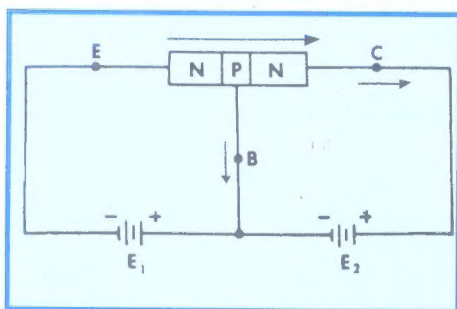

Figura 2 - Polarização de um transistor NPN (sentido real da corrente).
O transistor NPN, para funcionar normalmente, deve ser polarizado como mostramos na **figura 2**, ou seja, o emissor é negativo em relação à base (sentido direto) e o coletor é positivo em relação à base (sentido inverso). Naturalmente, se o transistor for do tipo PNP, as polaridades deverão ser trocadas. Polarizado dessa maneira, as correntes nas junções NP e PN estabelecem-se da seguinte maneira:
c) Da região N do emissor para a região N do coletor flui a corrente mais importante do transistor, que é chamada de **corrente de coletor**. Isto acontece porque os elétrons do emissor são atraídos pela bateria E_2 e os elétrons da região do coletor, além de serem atraídos por essa bateria, são também **repelidos** pela bateria E_1 , pois, como se pode verificar pela figura 2, as baterias E_1 e E_2 estão ligadas em série entre os pontos E e C.
De fato, suponhamos que a base fique negativa em relação ao emissor, no transistor mostrado na figura 2. Isto significa inverter a polaridade da bateria E_1 . Então, a junção NP emissor-base fica polarizada no sentido inverso e não haverá corrente de base, porque, sendo negativa a base, ela fica com excesso de elétrons e, como a corrente majoritária, no transistor NPN, é constituída pelo movimento de elétrons, resulta que os elétrons da corrente de emissor são repelidos pelos elétrons da base e não conseguirão passar para a região do coletor.